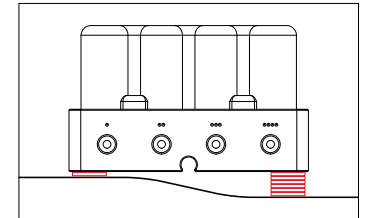

Abb. 6: Ausgleich Montagefläche
3. Befestigen Sie den Ventilblock mit dem mitgelieferten Montagekit. Wenn die Montagefläche nicht eben ist, fügen Sie Unterlegscheiben oder ein Distanzstück hinzu, um die Fläche auszugleichen (Abb. 6). In diesem Fall muss evtl. zusätzliches Befestigungsmaterial gekauft werden.